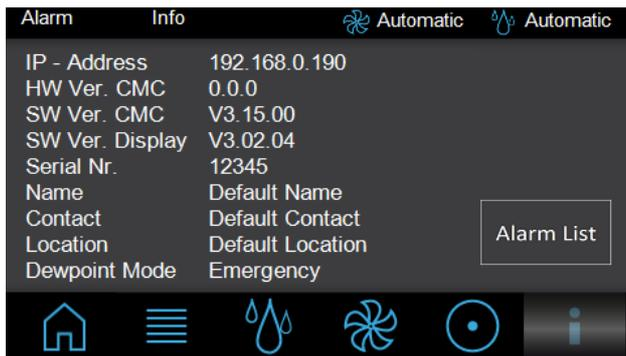

Abb. 106: Bildschirmseite „Info“
- Geben Sie die Seriennummer über die Tasten des Ziffernblocks ein. Die Seriennummer können Sie auf der Bildschirmseite „Info“ (Abb. 106) im Eintrag „Serial Nr.“ einsehen.